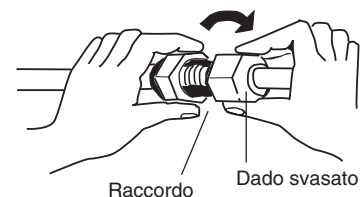

Fig. 5-5
- (3) Per un collegamento corretto, allineare il tubo di raccordo e quello svasato dritti uno rispetto all'altro e quindi, inizialmente, avvitarlo leggermente il dado flangiato in modo da ottenere un contatto uniforme. (Fig. 5-5)